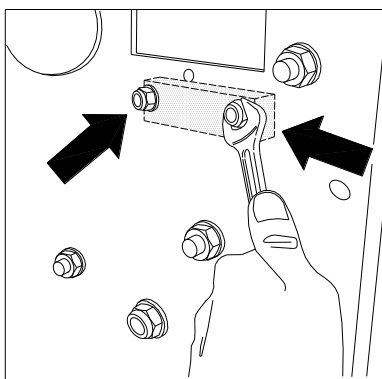

Fig. 15
- Oter la trémie latérale après avoir dévissé les 3 écrous comme indiqué fig. 15 .